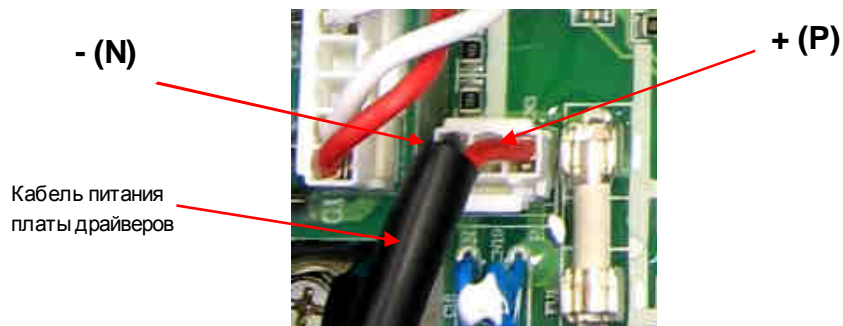

Рис. 4.10. Полярность разъема кабеля питания платы драйверов.
4.10.2. Отсоединить разъем CN3 кабеля питания платы драйверов, и установить на его место разъем от источника постоянного напряжения 540В (рис.4.10).
**Внимание.** Будьте внимательны, не путайте полярность: провод красного цвета (контакт P) - это «+», черный (N) - «-» (рис.4.10).